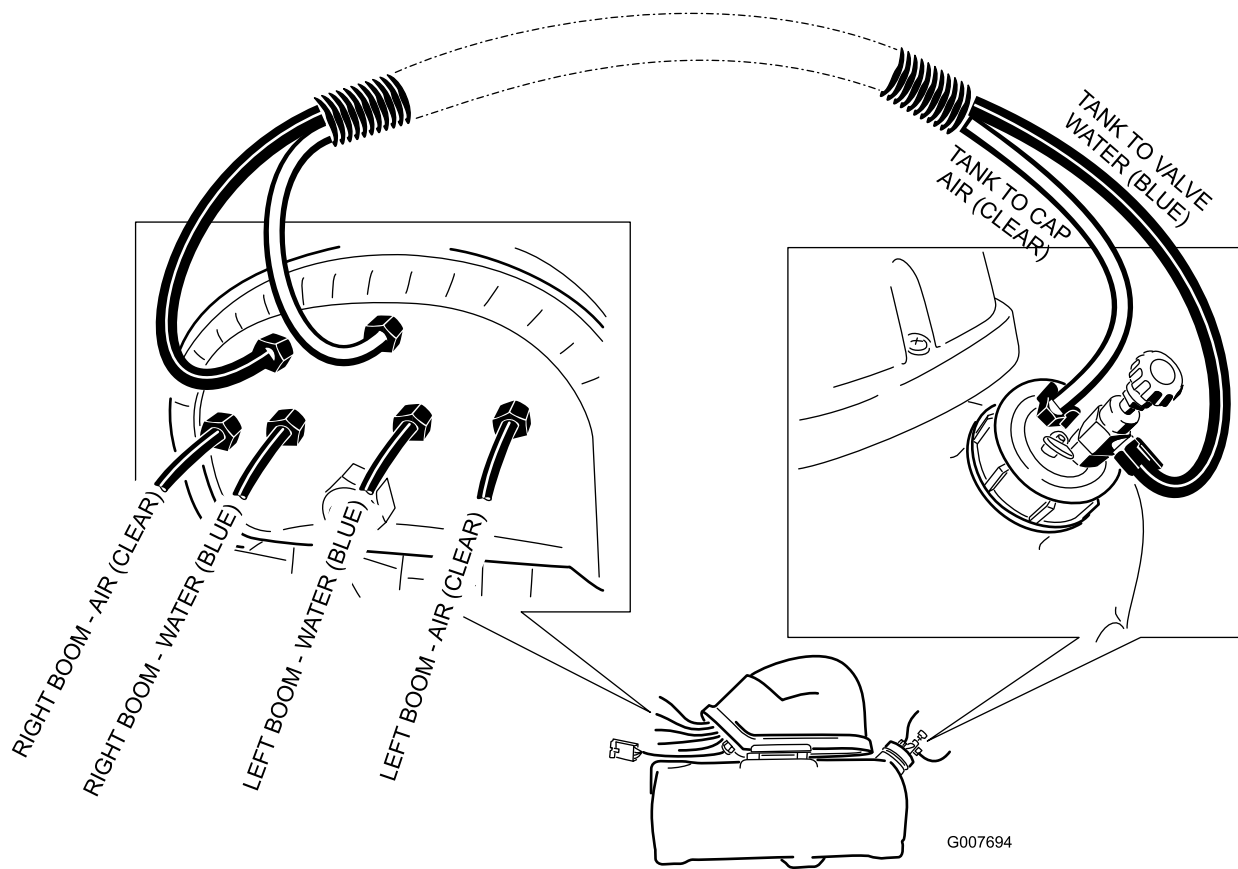

Figura 17
3. O encaminhamento final deve ser como o mostrado em Figura 17.